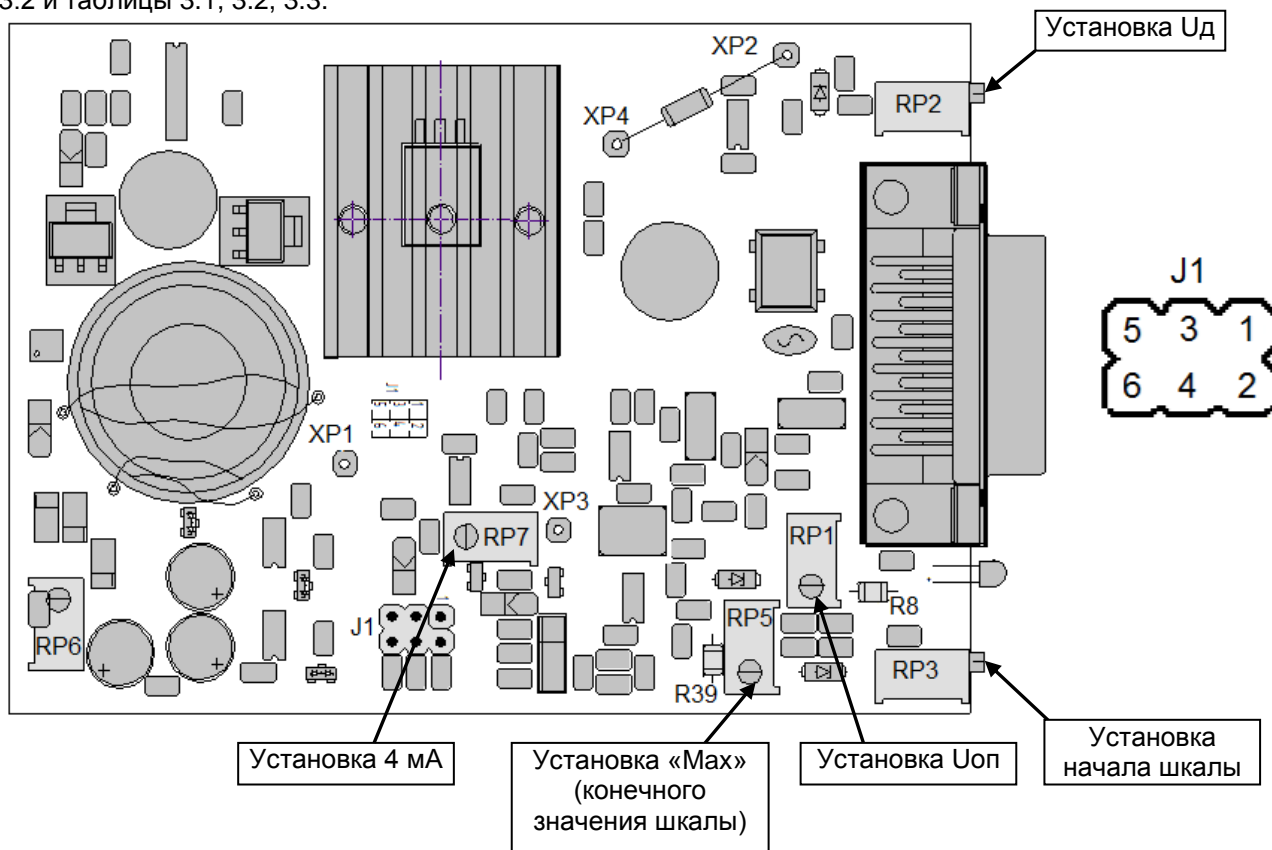

Рисунок 3.2 – Схема расположения органов регулировки и элементов перестройки БПТ-2
3.2.4 Для изменения настроек БПТ-2 на другие входные/выходные сигналы используйте рисунок 3.2 и таблицы 3.1, 3.2, 3.3.